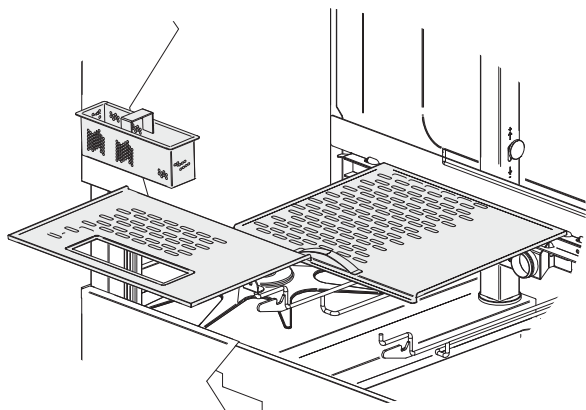

fig. 14
- Con vasca vuota, estrarre i filtri dalle vasche e dalle pompe (vedi fig. 14 - 15). Fare attenzione che i residui di lavaggio presenti nei filtri non cadano dentro alle vasche. Pulire i filtri con una spazzola rigida sotto un forte getto d'acqua.